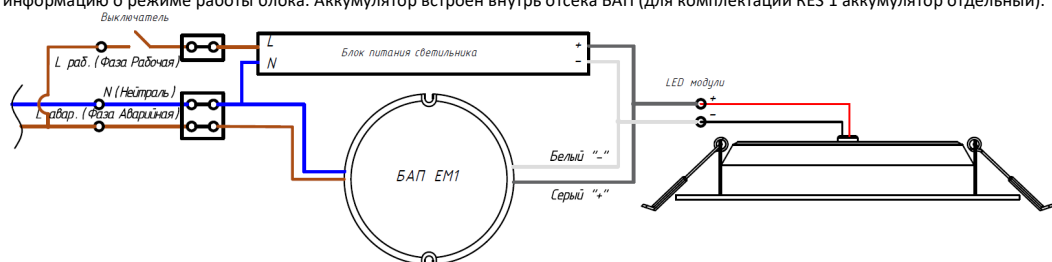

Рисунок 2. Схема соединения светильника и БАП.
3.3. Светильник Geniled состоит из основных частей (см. рисунок 2):